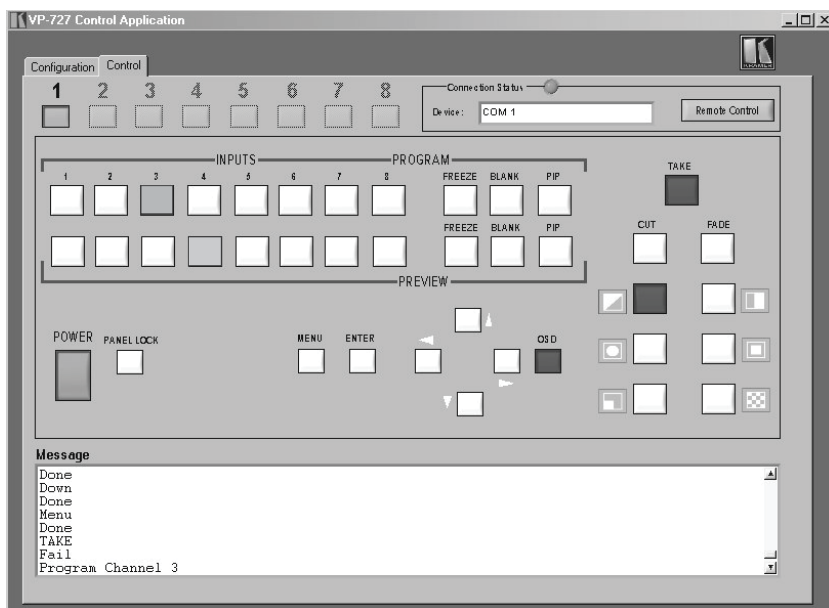

Рис. 29. Вкладка управления программы VP-727 Control Application
1. В программе *VP-727 Control Application* выберите вкладку *Control* (рис. 29). На ней имеется ряд виртуальных кнопок, дающих возможность управления прибором через интерфейс *Ethernet* или последовательный порт (в зависимости от настроек).